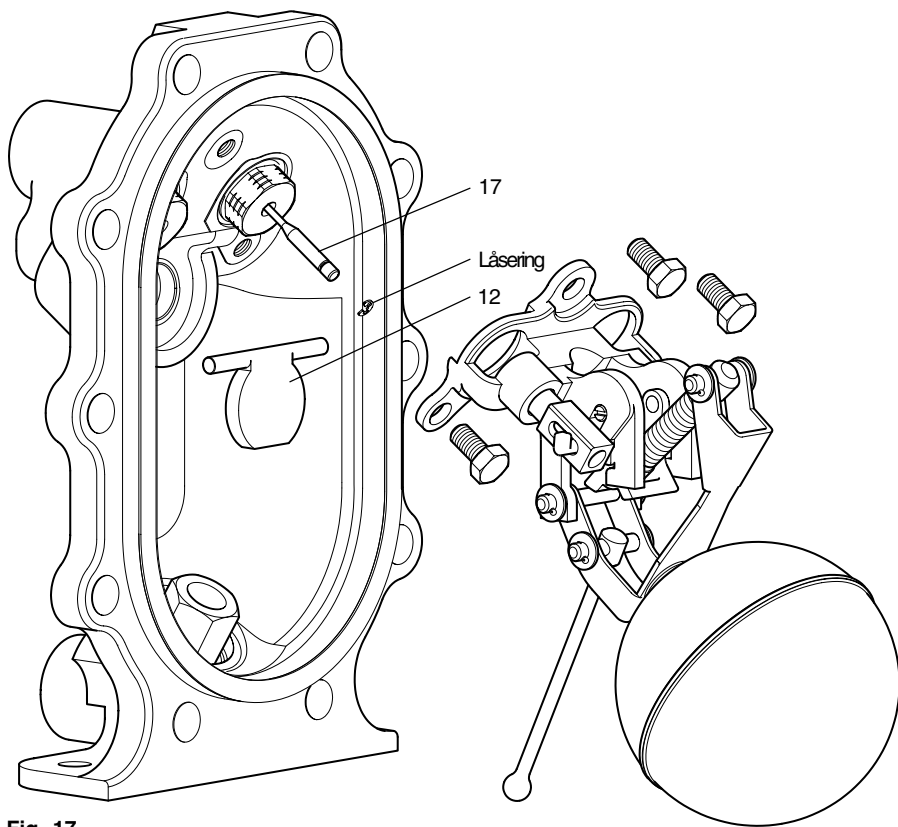

Fig. 17
5. Flyt pumpebeslagene væk (Se Fig. 17). Dette giver adgang til indløbsklap kontraventilen (emne 12).
13. Tilslut drivmidlet til portene mærket (S) & (E). Tilslut derefter kondensat tilslutningerne til henholdsvis (IND) og (UD). APT10 pumpe udladeren er nu klar til ibrugtagning.